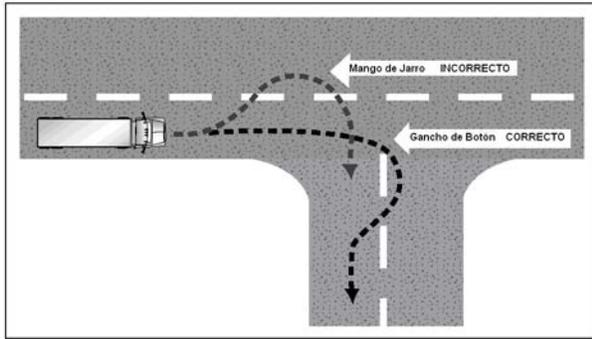

Figura 2.13
- Si usted debe cruzar un carril de sentido opuesto para doblar, tenga cuidado con los vehículos que vienen hacia usted. Concédales el espacio que necesitan para pasar o parar. Sin embargo, no dé marcha atrás por ellos, porque podría golpear a alguien detrás de usted. Vea la figura 2.13.